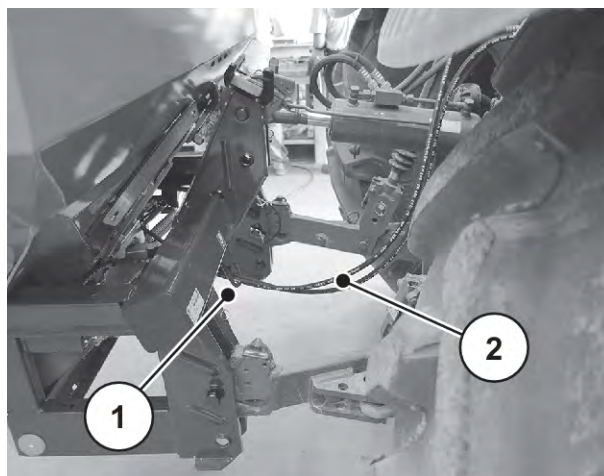

Fig. 25: Føring af hydraulikslanger
- ▶ Før hydraulikslangerne under tværrøret. Se *Fig. 25 Føring af hydraulikslanger*